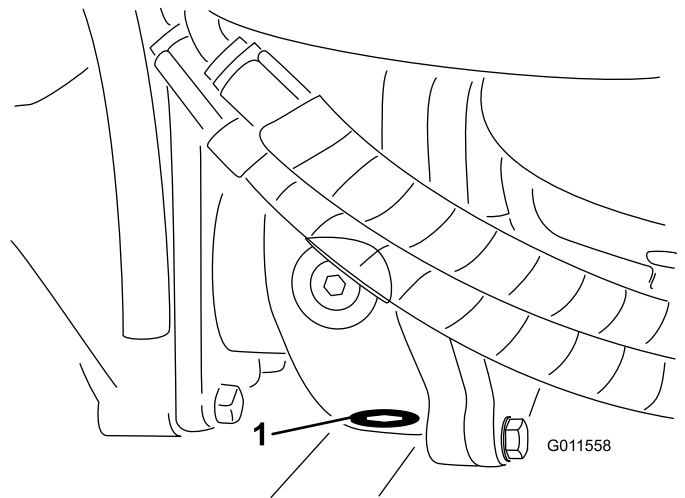

Figura 97
5. Limpie la zona alrededor del tapón de vaciado en la parte inferior de la caja de engranajes (Figura 97).